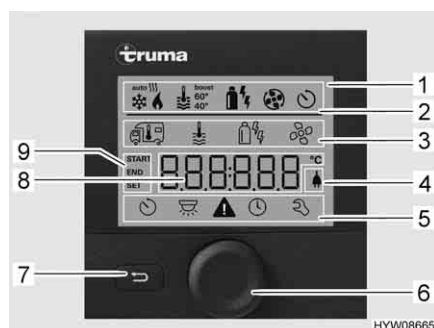

Fig. 74 Centralina di controllo con indicazioni
- Riga di stato (Fig. 74,2)
- Riga di menu in alto (Fig. 74,3)
- Area di indicazione (Fig. 74,8)
- Riga di menu in basso (Fig. 74,5)
- Premere la manopola/il pulsante (Fig. 74,6) per circa 3 secondi. Vengono visualizzate entrambe le righe di menu (Fig. 74,3 e Fig. 74,5). Il primo simbolo lampeggia.
- Ruotare la manopola/il pulsante (Fig. 74,6), finché viene visualizzato il simbolo del menu desiderato.
- Premere la manopola/il pulsante per memorizzare il valore impostato. Se il valore impostato originariamente non deve essere modificato: Premere il tasto indietro (Fig. 74,7).
- Ruotare la manopola/il pulsante (Fig. 74,6), finché il simbolo del menu del riscaldamento (Fig. 75,1) lampeggia.
- Premere la manopola/il pulsante per memorizzare il valore impostato. Il simbolo nella riga di stato lampeggia (Fig. 74,2), finché viene raggiunta la temperatura impostata. Se il valore impostato originariamente non deve essere modificato: Premere il tasto indietro (Fig. 74,7).
- Ruotare la manopola/il pulsante (Fig. 74,6), finché il simbolo del menu relativo alla modalità di funzionamento (Fig. 75,3) lampeggia.
- Premere la manopola/il pulsante per memorizzare la modalità di funzionamento impostata. Se il valore impostato originariamente non deve essere modificato: Premere il tasto indietro (Fig. 74,7).
- Ruotare la manopola/il pulsante (Fig. 74,6), finché il simbolo del menu delle ventole (Fig. 75,4) lampeggia.
- Ruotare la manopola/il pulsante (Fig. 74,6), finché il simbolo del menu del timer (Fig. 75,6) lampeggia.